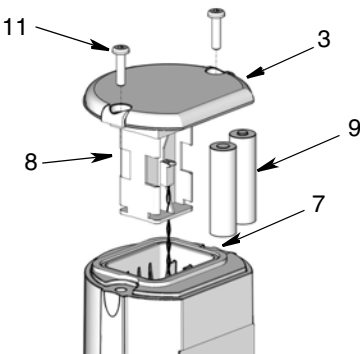

ABB. 9
1. Zwei Schrauben (11) und die Abdeckung (3) (ABB. 9) entfernen.
2. Batteriehalter (8) vorsichtig soweit aus dem TLM herausziehen, dass die Batterien eingesetzt werden können (ABB. 9).